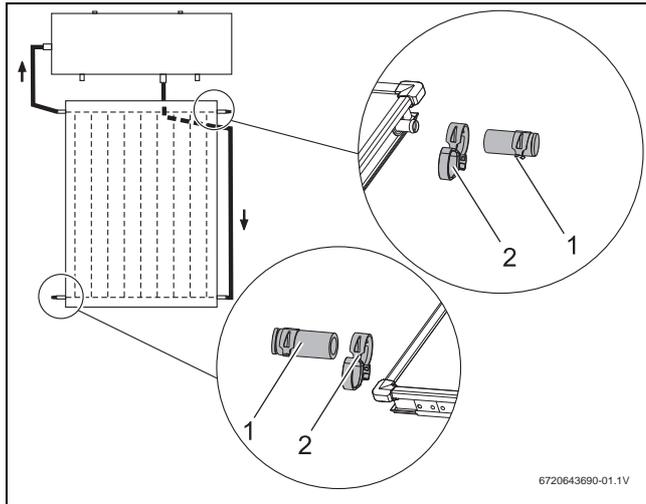

Fig. 59 Abraçadeira de mola com anel de retenção e tampão cego pré-montado.
- ▶ Inserir os tampões cegos (→ Fig. 59, [1]) com a abraçadeira de mola [2] em ambas as ligações livres do campo de colectores.